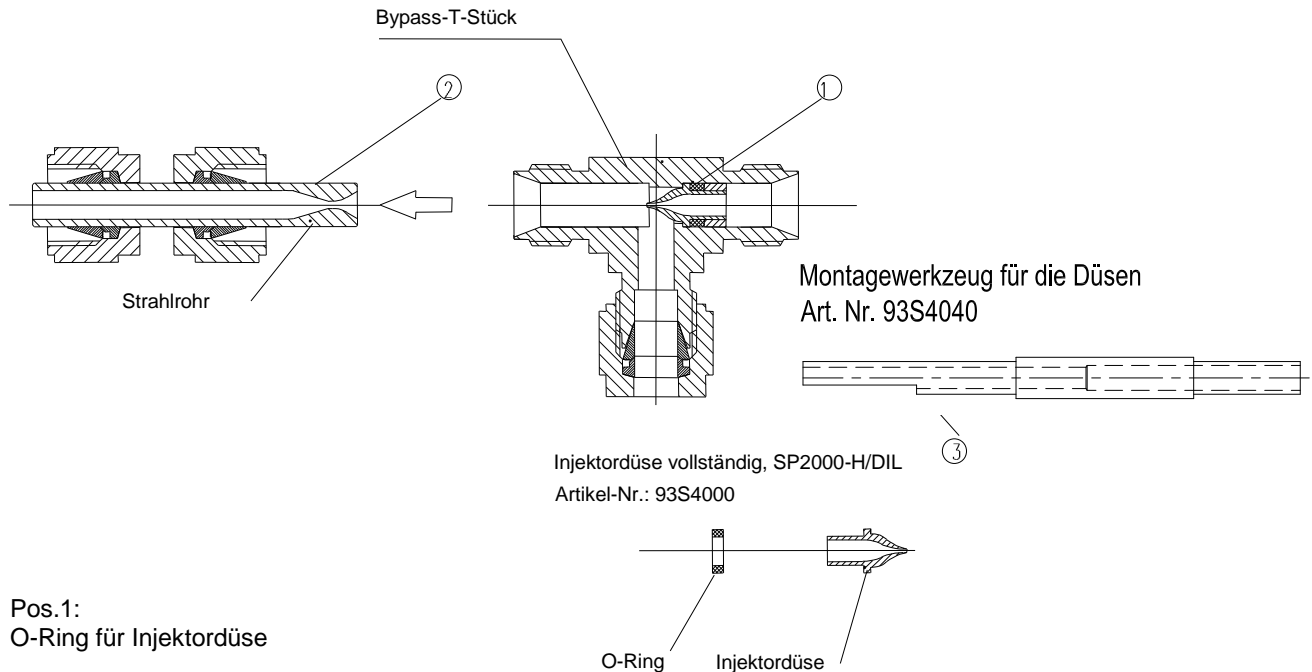

Abbildung 18 Bypass-Injektoreinheit mit Dichtung (180 °C-Version)
- Injektordüse mit dem Werkzeug (Abb. 18, Pos. ③) von der Strahlrohrseite aus dem T-Stück herausdrücken und mit Dichtung auswechseln;
Abbildung 18 zeigt die Bypass-Injektoreinheit in der 180 °C-Version.
- Strahlrohr (Pos. ②) vom Bypass-T-Stück abschrauben;
- Injektordüse mit dem Werkzeug (Pos. ③, Abb. 18) von der Strahlrohrseite aus dem T-Stück herausdrücken;